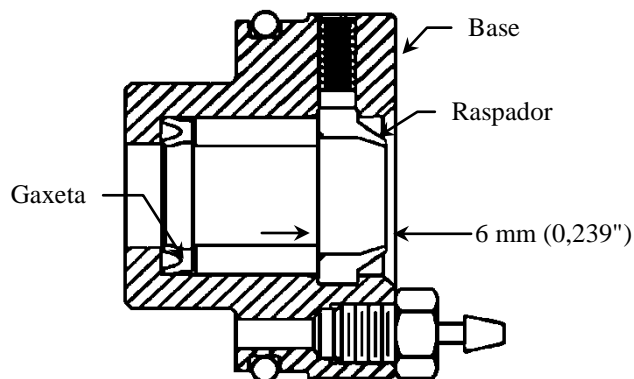

FIGURA 63
- A gaxeta da haste deverá ser substituída se estiver vazando ar pela haste, se tiver sido retirada, ou se o lábio interno apresentar irregularidade ou desgaste. Utilize pinças ou um arame para desencaixar e sacar a gaxeta para dentro e extraí-la do interior da base. Limpe o canal entre a base e o mancal. Aplique Graxa Bettcher® Max-Z-Lube por todo o anel de vedação novo e insira-o no interior da base pelo mesmo lado em que foi removido o outro anel. Utilize um objeto com extremidades arredondadas para empurrar uniformemente o anel até sua posição. Certifique-se de que o lábio esteja voltado em direção ao interior da base, conforme mostrado na **Figura 63**.
Limpe bem o furo e aplique uma camada fina de Graxa Bettcher® Max-Z-Lube no furo e na gaxeta nova. Instale a gaxeta pela frente, com o lábio voltado para o interior, até que ela esteja totalmente para baixo. Ajuste o mancal de maneira esquadrejada sobre o furo. Depois, utilizando um tarugo de apoio de pouco menos que 12,7 mm de diâmetro, empurre o mancal até que a borda externa fique nivelada com a superfície traseira do canal do raspador a 6 mm da superfície da base, conforme mostrado na **Figura 63**. **Não pressione excessivamente, pois isso danificará a gaxeta.** Instale um raspador novo (conforme instruções acima).
Lubrifique ambos os anéis O-ring do pistão cuidadosamente com Graxa Bettcher® Max-Z-Lube. Encaixe cuidadosamente o cilindro frontal sobre a haste, utilizando um movimento suave de torção à medida que a haste passa através da gaxeta, do mancal e do raspador na ponta do cilindro. Gire o cilindro até que sua conexão pneumática esteja deslocada para o mesmo lado das conexões na placa central. Instale o cilindro traseiro sobre o pistão traseiro da mesma maneira, utilizando um movimento suave de torção e girando-o de modo que sua conexão pneumática também fique deslocada para o mesmo lado das conexões na placa central. Alinhe os quatro (4) furos, instale o parafuso, as arruelas lisas, as arruelas de pressão e as porcas sextavadas, conforme a **Figura 63**. Certifique-se de que os anéis O-ring estão lubrificados e assentados nos canais existentes nas faces do cilindro. Em seguida aperte todos os quatro parafusos firmemente.